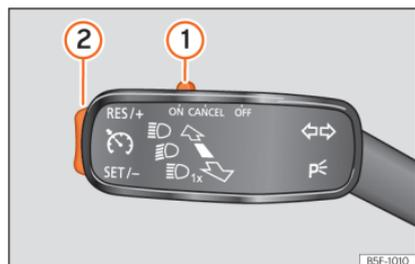

Abb. 53 Links von der Lenksäule: Schalter und Bedienelemente des GRA.
- Die GRA anschließen: schieben Sie den Schalter »» **Abb. 53 ①** bis **ON**. Das System ist eingeschaltet. Da noch keine Geschwindigkeit gespeichert ist, erfolgt noch keine Regelung.
- GRA aktivieren: drücken Sie die Taste »» **Abb. 53 ②** im Bereich **SET/-**. Die aktuelle Geschwindigkeit wird gespeichert und geregelt.
- GRA vorübergehend abschalten: Schieben Sie den Schalter »» **Abb. 53 ①** bis **CANCEL** oder treten Sie auf die Bremse. Regelung wird vorübergehend abgeschaltet.
- GRA wieder einschalten: Drücken Sie die Taste »» **Abb. 53 ②** in **RES/+**. Die gespeicherte Geschwindigkeit wird erneut gespeichert und eingestellt.
- GRA abschalten: Schieben Sie den Schalthebel **»» Abb. 53 1** auf **OFF**. Das System wird abgeschaltet und die gespeicherte Geschwindigkeit gelöscht.